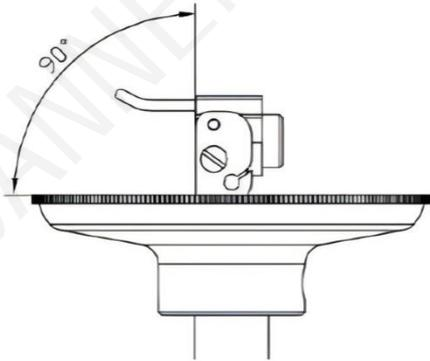

图 4
4.2 检查机针是否与送料盘垂直。（插图 4）
4.2. Check Needle bar is Square to Back Cup (Seeing Fig 4)